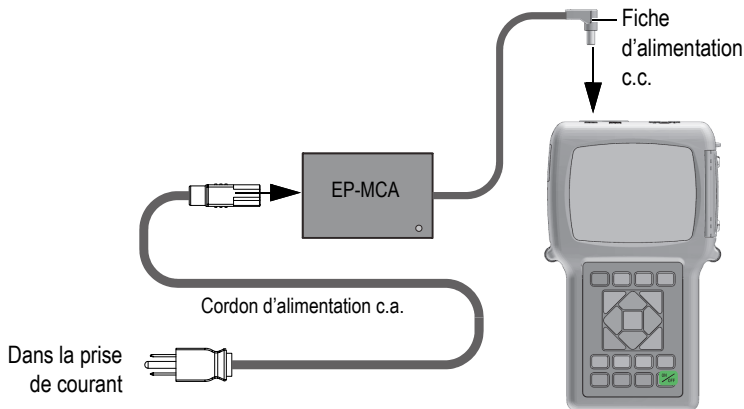

Figure 2-2 Connexion du chargeur-adaptateur
1. Connectez le câble d'alimentation c.a. au chargeur-adaptateur (numéro d'article : EP-MCA [U8767042]) et à une prise de courant appropriée (Figure 2-2 à la page 50).